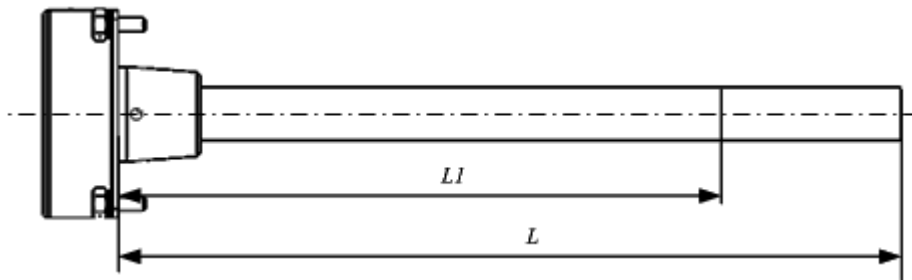

Рисунок 9
- 4) Отрезать ножовкой длину $L1$ изделия таким образом, чтобы линия среза была строго перпендикулярна продольной оси изделия (Рисунок 9).